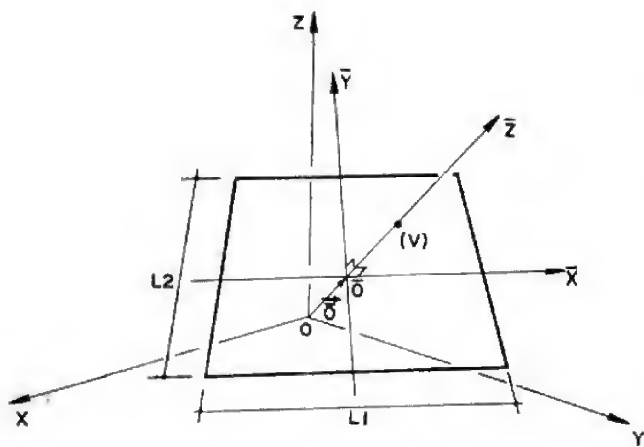

Fig. 2 — O sistema \overline{XYZ} de coordenadas
f) o sistema \overline{XYZ} de coordenadas, bem como os outros parâmetros, se apresentam como mostra a Fig. 2.
que são as coordenadas da origem do sistema \overline{XYZ} (Fig. 2). Esse sistema nos é particularmente interessante, pois o plano \overline{XY} é o próprio plano projetante.
O vetor unitário \vec{k} tem sua determinação imediata, pois é o valor unitário do vetor \vec{O} (Fig. 2 e Equação (5)).